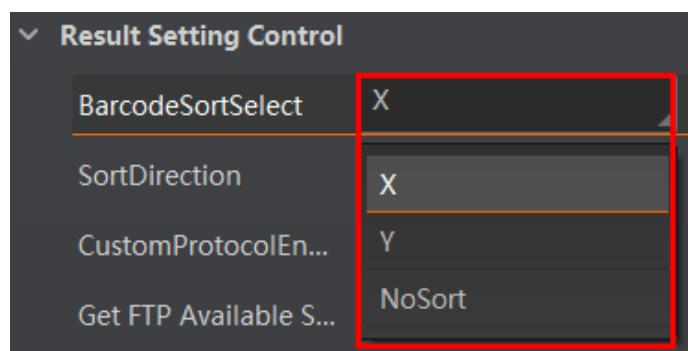

图3-55 条码输出排序依据
- 在 BarcodeSortSelect 参数中选择条码输出排序依据，可选择 X（按条码位置 X 轴坐标排序）、Y（按条码位置 Y 轴坐标排序）或 NoSort（不排序），如图 3-55 所示。